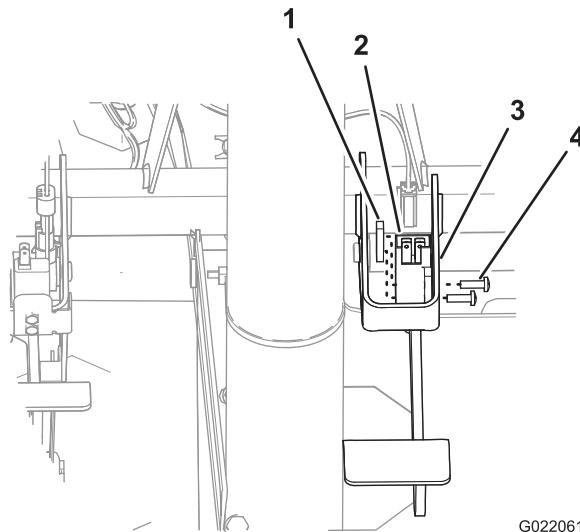

Figura 6
1. Alinhe o novo interruptor do travão de 4 pinos para a chumaceira de suporte para o pedal do travão com os pinos do interruptor voltados para cima na direcção da coluna da direcção (Figura 6).
2. Alinhe os orifícios do interruptor do travão de 4 pinos para os orifícios na chumaceira de suporte (Figura 6).
3. Fixe o interruptor ao suporte com os 2 parafusos e a outra placa roscada (Figura 6).